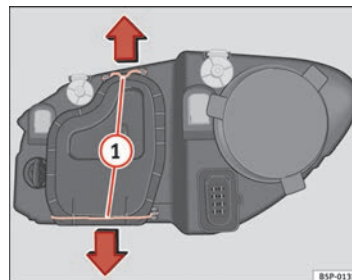

Abb. 183 Abblendlicht
- Die Streben ⇒ Abb. 183 **1** in Pfeilrichtung verschieben und den Deckel abnehmen. ▶